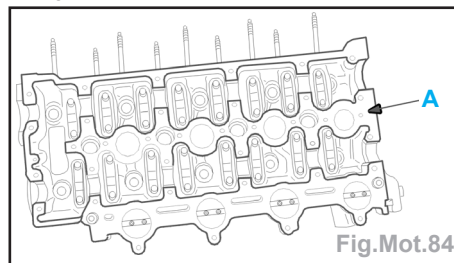

Fig.Mot.84
- Déposer un cordon de pâte à joint en (A) sur le pourtour des plans de joints (Fig.Mot.84).